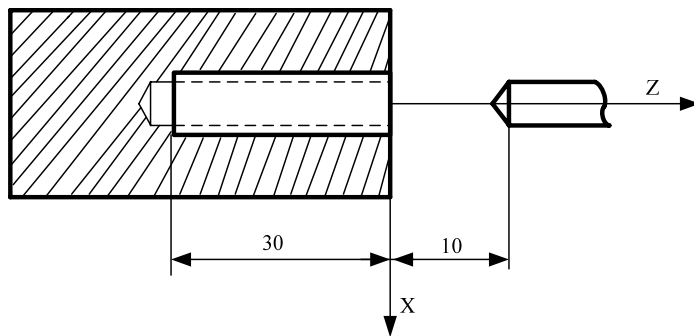

图 3-2-16-1 G33 攻丝循环
功能1: Z 轴从起点位置 (G33代码运行前的位置) 到Z (W) 指定的终点位置的刚性攻丝 (轨迹如图3-2-16-1所示), 主轴反方向旋转, Z 轴返回循环起点。